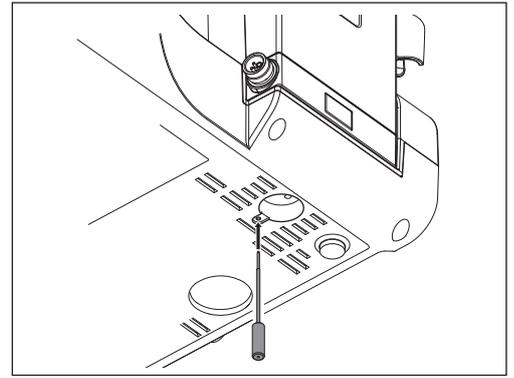

Abb. 43
1) Führen Sie den mitgelieferten Entriegelungs-Dorn in das Loch auf der Unterseite der Steuereinheit ein und drücken Sie ihn ganz hinein. (Abb. 43)